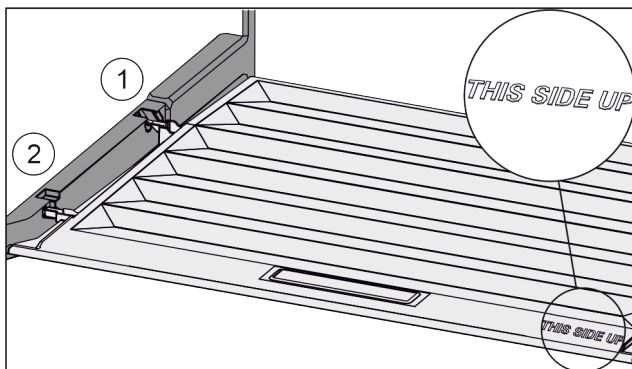

Fig. 103
- ▶ Introduceți nervura capacului prin orificiul suportului posterior Fig. 103 (1) și înclichetați-l în față în suport Fig. 103 (2).